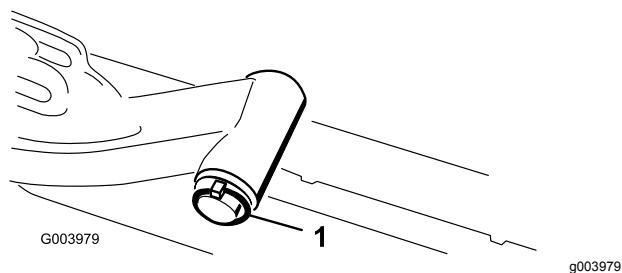

Figura 12
- A. Retire o pino de sujeição e a anilha que prende o veio da articulação do braço de elevação ao braço de elevação e faça deslizar o veio para fora do braço de elevação (**Figura 12**).
- C. Insira o veio do braço de elevação no braço de elevação e prenda-o com a anilha e o pino de sujeição (Figura 12).